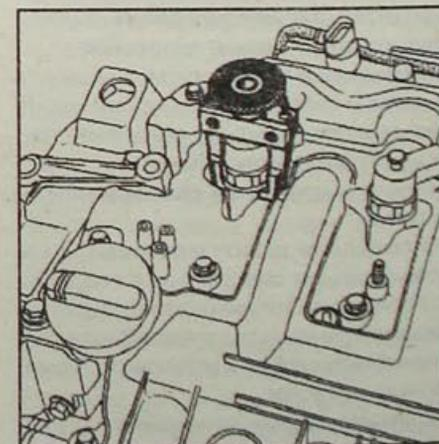

Рис. 4.61. Установка съемника приспособления Mot. 1549 на форсунку
• Нанесите вокруг форсунки специальный состав. Установите съемник на корпус форсунки. Вращая кольцо съемника с накаткой, подведите обе губки съемника к лыскам корпуса форсунки и сожмите губки, не прилагая при этом значительных усилий (рис. 4.61).
пус форсунки. Вращая кольцо съемника с накаткой, подведите обе губки съемника к лыскам корпуса форсунки и сожмите губки, не прилагая при этом значительных усилий (рис. 4.61).